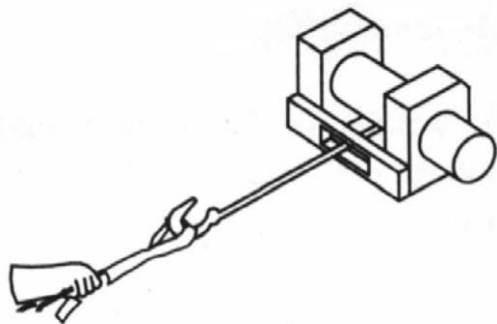

Figura 8
**Upozorenje: Uvijek koristite rukavice (Figura 8). Nemojte držati kuku rukom. To je važno ne samo prilikom namatanja žičane užadi već i prilikom uklanjanja žičane užadi s vitla pod opterećenjem.**